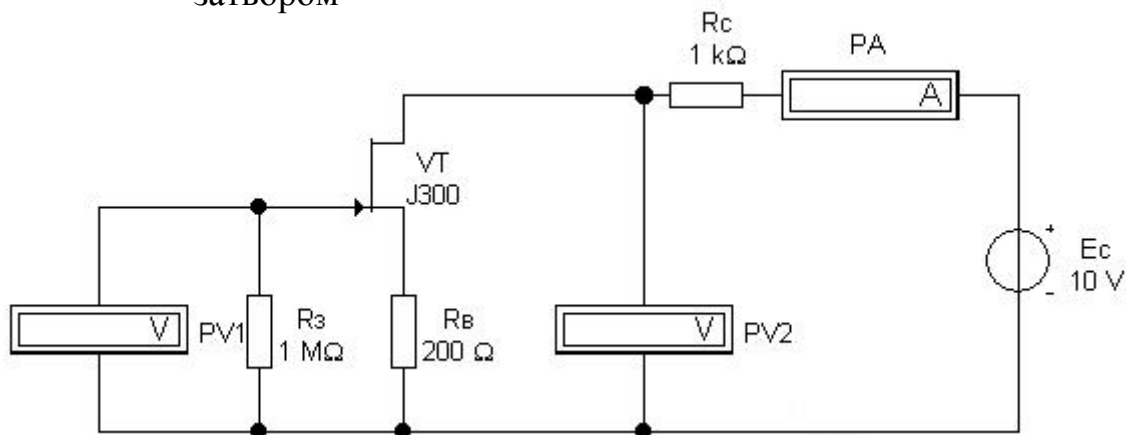

Рисунок 7 – Схема для дослідження режиму спокою підсилювача на польовому транзисторі з керованим  $p-n$  переходом
2.7 В меню програми EWB обрати схему підсилювача (рис. 7).